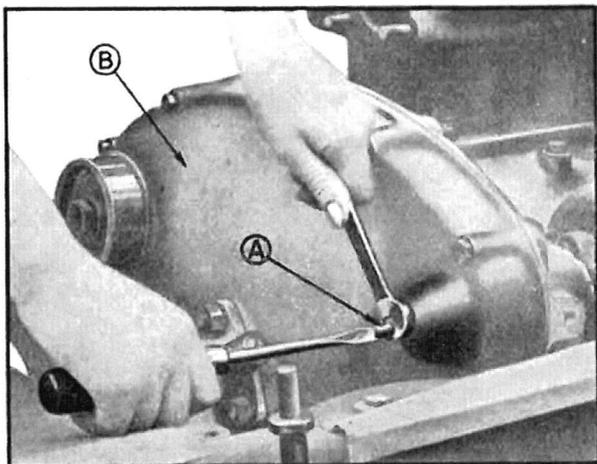

Fig. 64. — A - Réglage de la vis de butée de dynamo.
*Nota.* — Régler la vis de poussée de l'arbre de commande de dynamo sur le couvercle de distribution (fig. 64) à 1/4 de tour du serrage maximum ; bloquer le contre-écrou de cette vis.